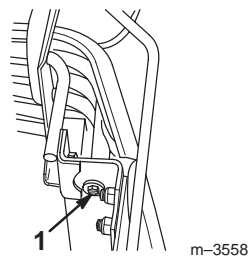

Bild 58
2. Heben Sie die Motorhaube an und schrauben die beiden Schrauben und Scheiben ab, mit denen das Gitter abgesichert wird (Bild 58).